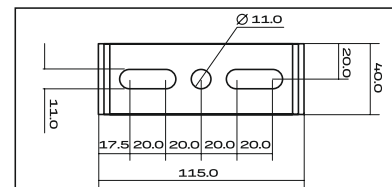

Рис. 2
- 1.2.2 Подготовьте отверстия для винтов в потолке в соответствии с указанными размерами монтажного кронштейна типа лира (рис. 2), после чего надежно закрепите кронштейн.